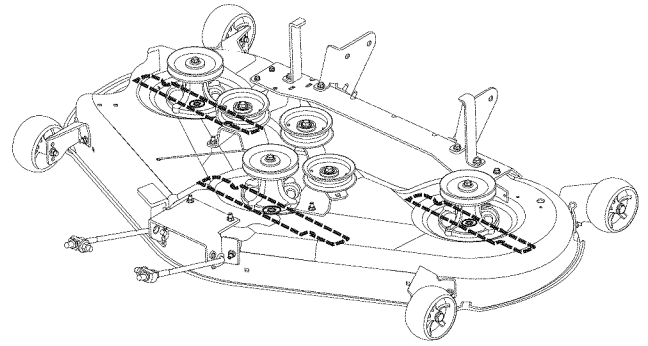

Figura 39. Orientar las Aspas de un Lado a Otro
4. Ajuste la altura de corte a posición media. Coloque las aspas de la podadora de modo que apunten de un lado a otro (Figura 39 y 40).